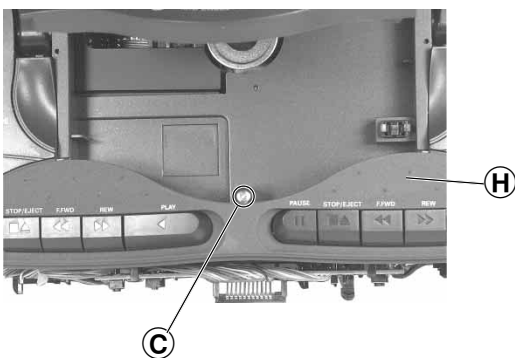

Fig. 2
- Schraube (C) im CD-Fach (Fig. 2) herausdrehen.
- Tastenblende (H) (Fig. 2) abnehmen.
- Undo the screw (C) in the CD compartment (Fig. 2).
- Remove the button panel (H) (Fig. 2).